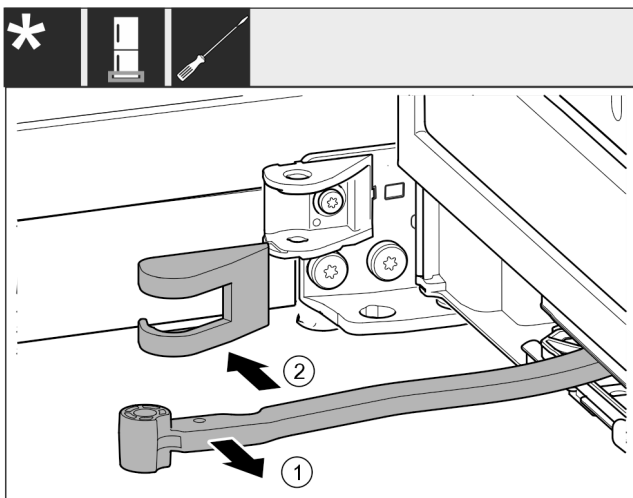

Fig. 16
- ▶ Поверните шарнир в направлении двери. Fig. 16 (1)
- ▶ Удалите крышку опорного кронштейна. Fig. 16 (2)